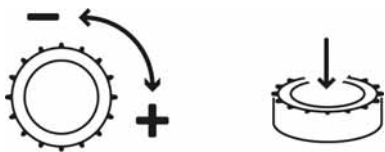

Fig. 11: Активація кнопки керування
$n=f(AI)$ (режим керування — див. Fig. 11)
- **РК-дисплей** відображує робочий режим насосів, регулятора та частотного перетворювача. Кнопку керування використовують для вибору меню та введення параметрів. Щоб змінити значення або рівні меню, слід покрутити кнопку, а щоб вибрати й підтвердити — натиснути на неї (Fig. 11).